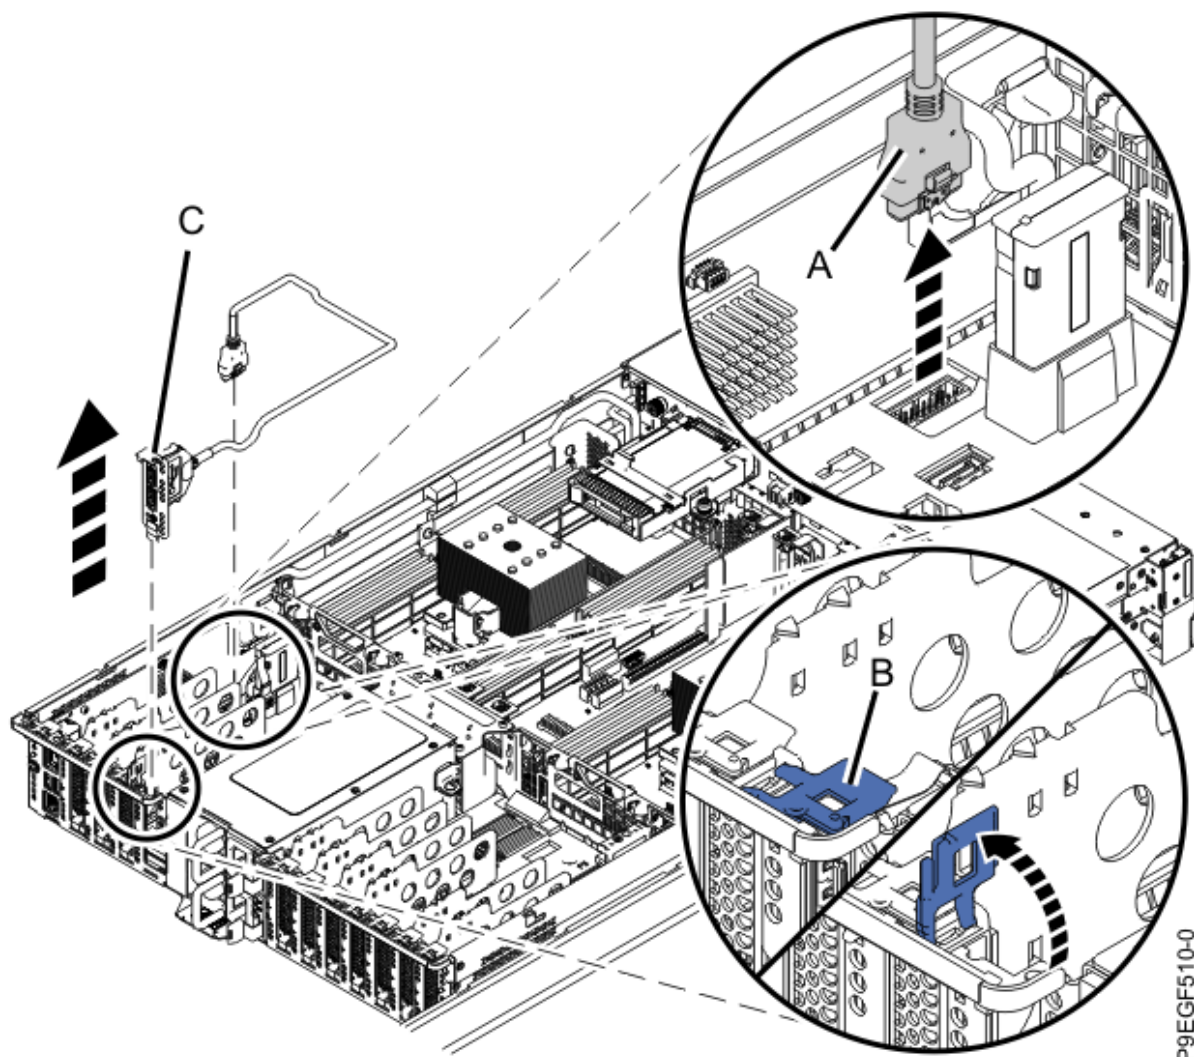

図 5. 背面 USB ケーブルの取り外し
3. コネクタのラッチ・リリースを押しながら、背面 USB ケーブルのプラグ (A) をシステム・バックプレーンから抜きます (7 ページの図 5 を参照)。
4. システムの後部でアダプター・ラッチ (B) を開き、USB ケーブル・ハウジング (C) を持ち上げます (7 ページの図 5 を参照)。